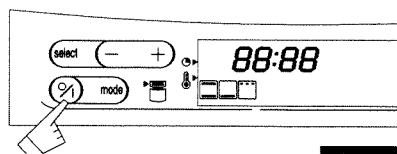

Fig. 1
1. Pulse la tecla **%** (fig. 1).